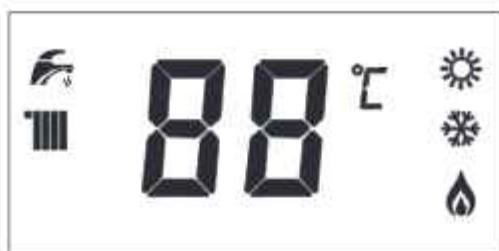

Рис. 6
3.9.2 Интерфейс жидкокристаллического дисплея (рис. 6, табл. 4)